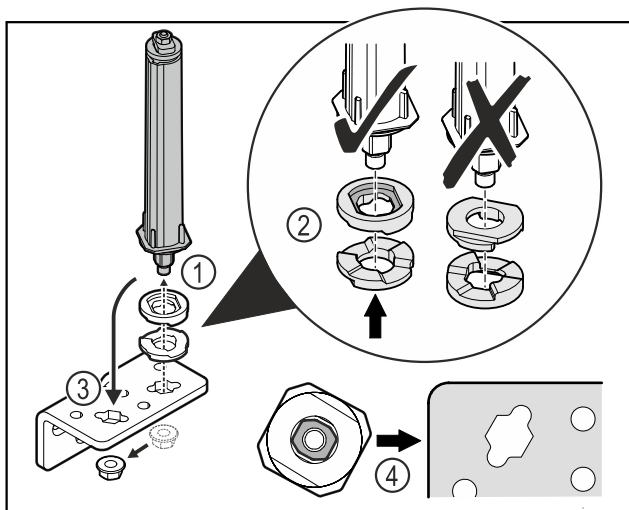

Fig. 40
- ▶ Povolte matici a odstraňte uzavírací systém dvířek Fig. 40 (1).
- ▶ Dbejte na správné vyrovnaní výškově stavitelných podložek Fig. 40 (2).
- ▶ Přesaďte uzavírací systém dvířek v úhelníku závěsu a upevněte jej maticí Fig. 40 (3).
- ▶ Při nasazování dbejte na správné vyrovnaní uzavíracího systému dvířek Fig. 40 (4).